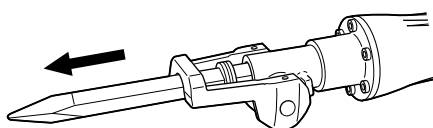

Fig. 4
(3) Fije el accesorio en su lugar poniendo el retén en la posición de fijación. Para comprobar si ha quedado adecuadamente montada, tire del mismo. (Fig. 4)